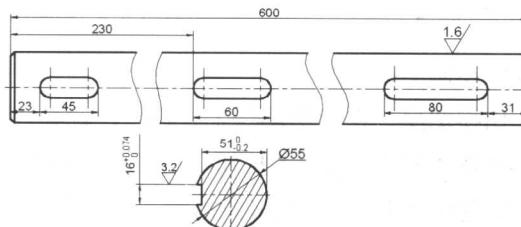

图 1.1.27 创建表面粗糙度标注（二）
(2) 添加如图 1.1.27 所示的表面粗糙度标注。
① 选择下拉菜单 **插入(I)** → **块(B)...** 命令，在“插入”对话框的名称(**①**)下拉列表中选择“粗糙度符号”，单击 **确定** 按钮后，在绘图区选取一点作为插入点，按回车键结束操作。
② 分解表面粗糙度符号。选择下拉菜单 **修改(M)** → **分解(X)** 命令，选取步骤①插入的表面粗糙度符号为分解对象，按回车键结束操作。
③ 双击表面粗糙度值 3.2，在弹出的文字输入窗口中选中 3.2 后输入 1.6，单击“文字格式”工具栏中的 **确定** 按钮。